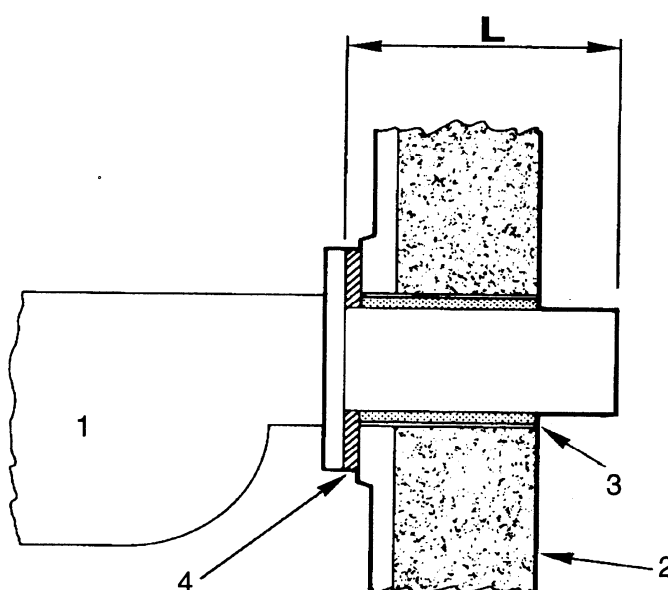

Рис. 5
ВАЖНО: проверить, чтобы зазоры между форсункой горелки, минимальная длина 130 мм (L) и дверцей были заполнены теплоизолирующим материалом (Рис. 5).